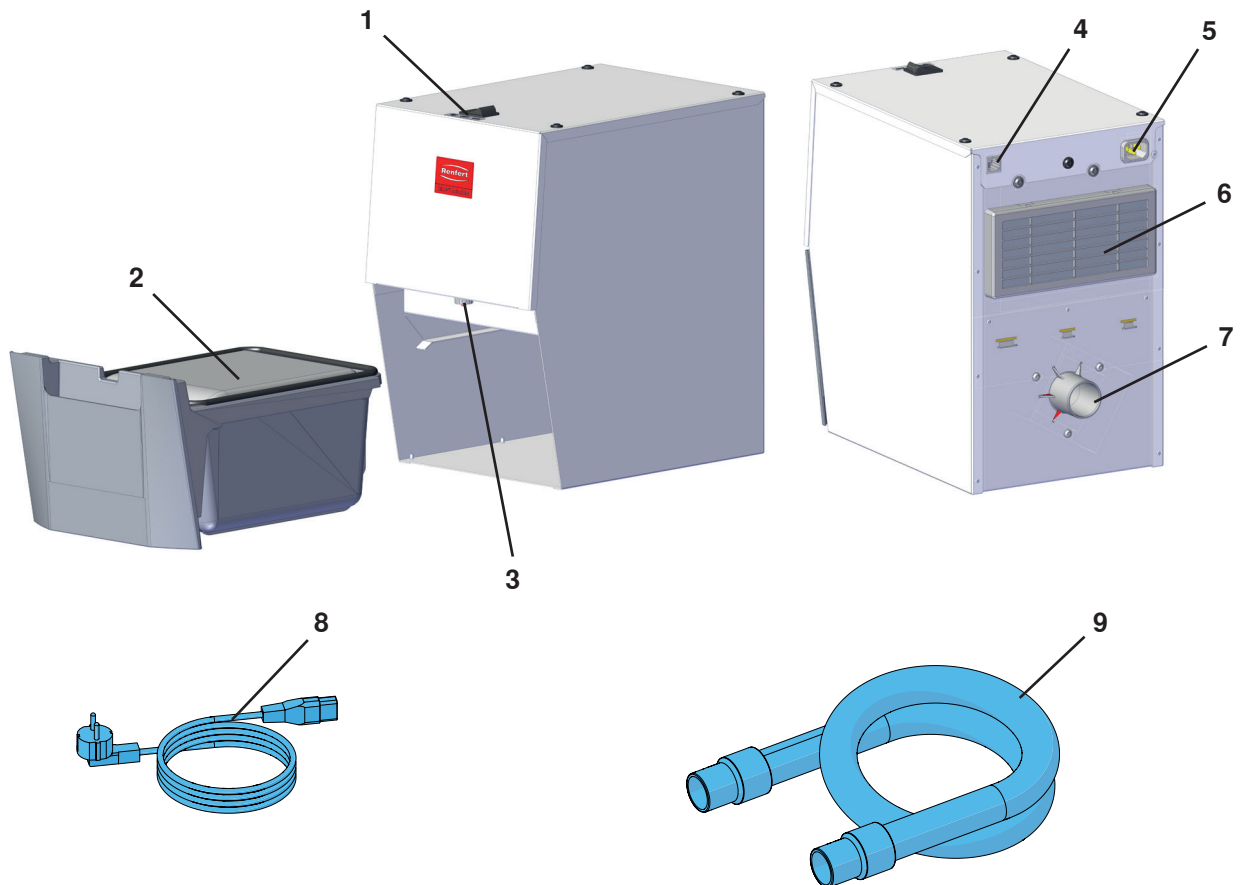

図 1
- ・排気口(6、図1)が塞がれていないこと確認してください。
- ・キャビネット背面パネルの開口部(最小250 x 120 mm)、排気口の真向かい(6、図1)。
- ⇒ 電源コード(8、図1)を電源(5、図1)に差し込みます。
- ⇒ 吸引ホース(9、図1)を吸引ポート(7)に差し込みます。